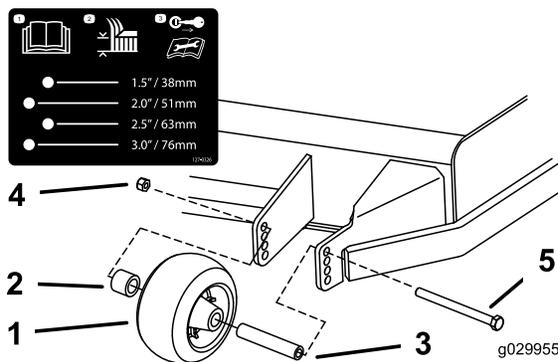
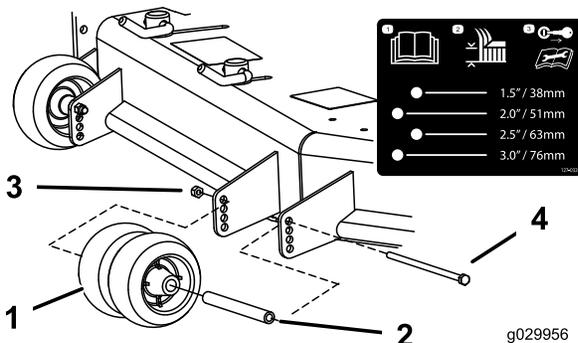

Figure 26
Figure 27
3. Réglez les galets anti-scalp comme montré à la Figure 26 et la Figure 27.